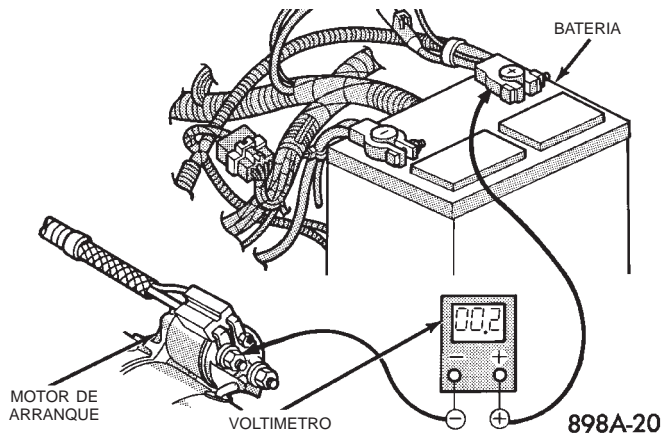

Fig. 12 Prueba de resistencia del cable positivo de la batería - Característica
(3) Conecte el voltímetro para medir entre el borne del terminal positivo de la batería y el espárrago del terminal de batería del solenoide del motor de arranque (Fig. 12). Gire el interruptor de encendido a la posición START y manténgalo en esa posición. Observe el voltímetro. Si la lectura es superior a 0,2 voltios, limpie y apriete la conexión del cable de batería en el solenoide. Repita la prueba. Si la lectura sigue siendo superior a 0,2 voltios, reemplace el cable positivo de la batería defectuoso.